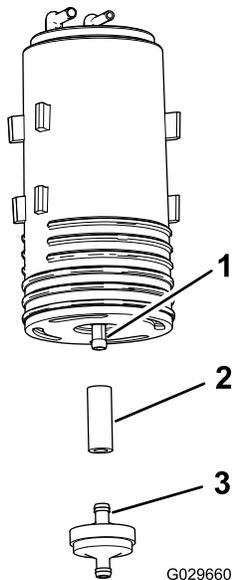

**Рисунок 44**
- Снимите адсорбер с его крепления на топливном баке (Рисунок 44).
7. Вставьте новый адсорбер в крепление адсорбера на топливном баке так, чтобы штуцеры продувки и топливного бака были направлены назад (Рисунок 44).